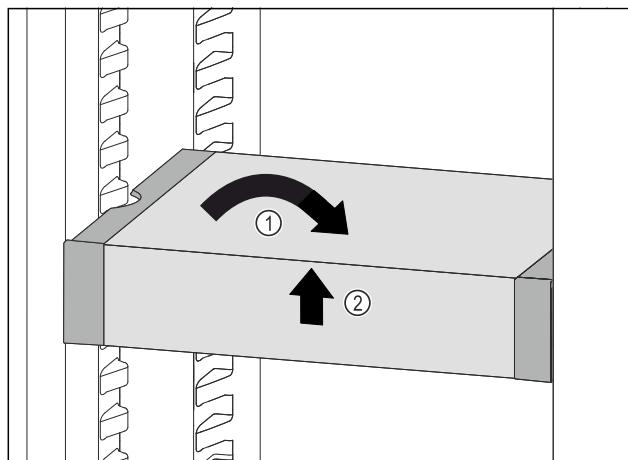

Fig. 97
- Установите VarioSafe прямо. Fig. 97 (1)
- Приподнимите VarioSafe спереди. Fig. 97 (2)